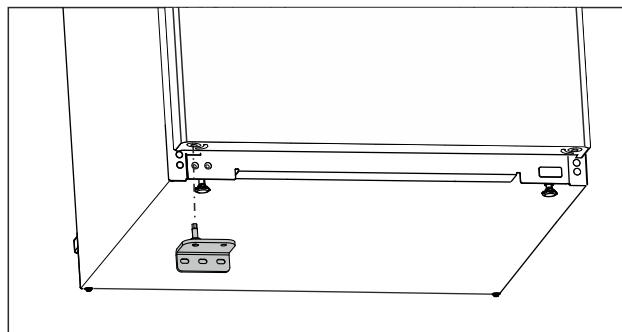

Fig. 17
- ▶ Установите нижний опорный кронштейн на противоположной стороне. (см. Fig. 17)